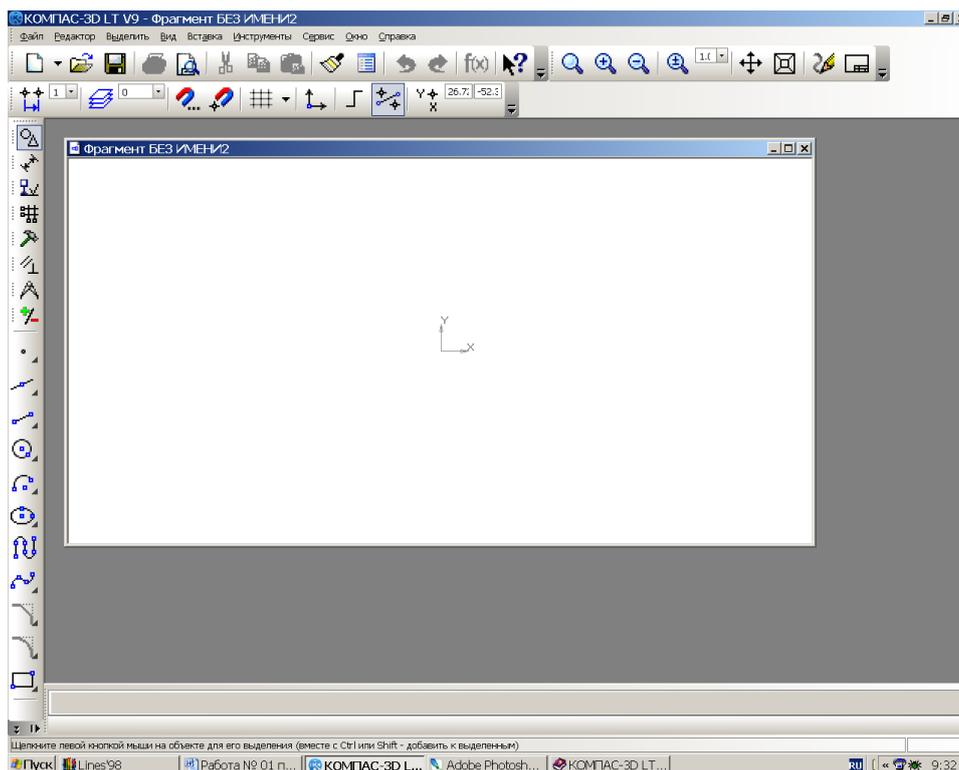

Рис. 1.9. Окно системы после выполнения команды **Крупные значки**.
2.3. Установите флажок **Крупные значки.** Экран системы примет вид, показанный на рис. 1.9.